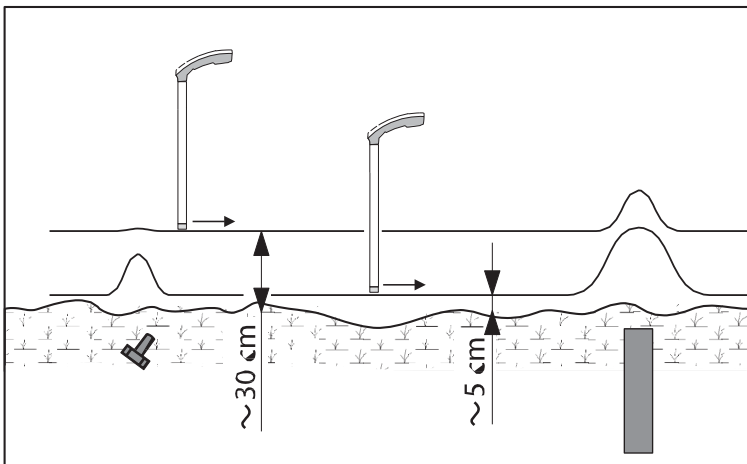

図9:同じ感度で小さいものと大きいものを探知した場合。探知機の地表からの距離は変化する(断面図)
- 感度を変えずに探知機と地面間の距離が開いた場合、探索が難しくなり目標物を探知できなくなる場合があります。（図9）